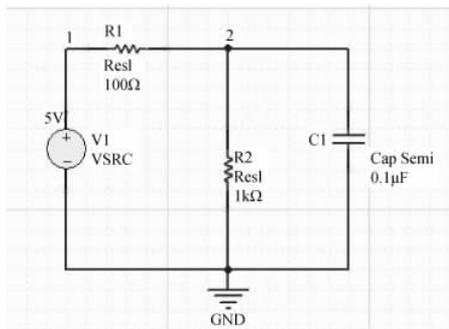

图 3-9 指定网络标号
(7) 为了便于分析仿真结果,如图 3-9 所示,按照前面的方法,为电路某些节点指定网络标号。
(8) 保存设计文件,将其保存在 dc_analysis 目录下(读者可以自己建立一个子目录)。